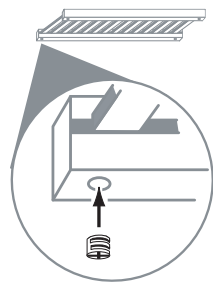

FIG. 3.2
3. Seleccione el estante (C) e inserte las tuercas de leva en su lugar (Fig. 3.2)